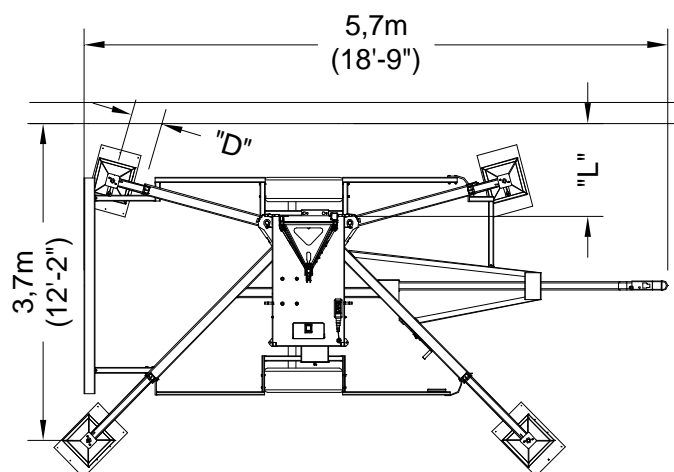

Fig.3
- 1- Mesurez précisément la distance "L" entre la base et le mur en tenant compte de tous les obstacles que la plate-forme de travail devra contourner. (Fig. 3, page II-2)